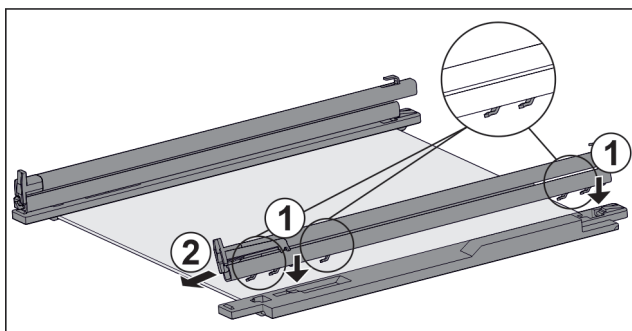

Fig. 202 Скляна пластина з рейками та деталями для підтримки
- Одягти гаки рейки на отвори **лівої** деталі для підтримки. Fig. 202 (1)
- Потягніть рейку вперед. Fig. 202 (2)
- Одягти гаки рейки на отвори **правої** деталі для підтримки. Fig. 202 (1)